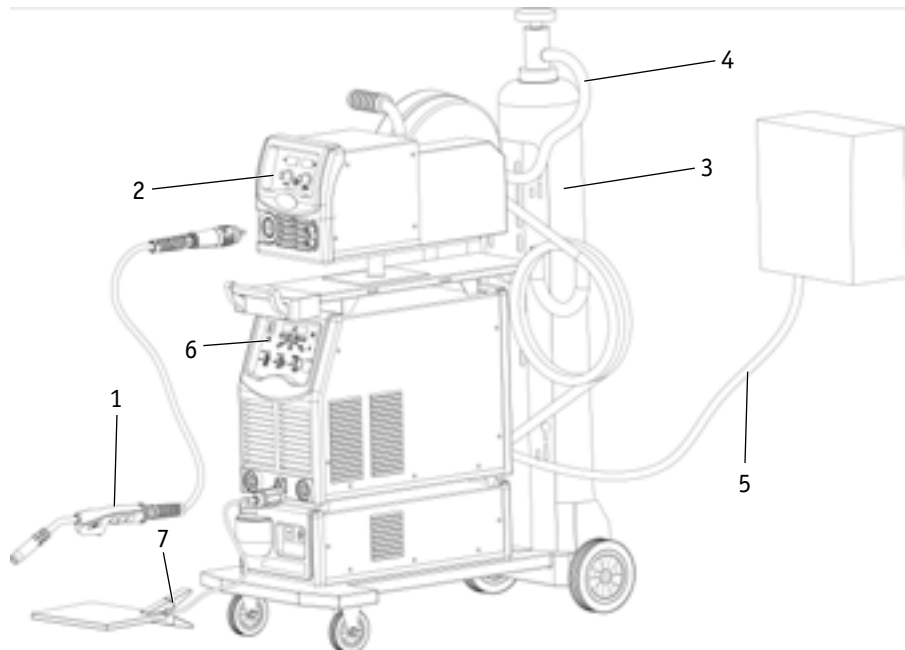

Рис. 8.1. Схема подключения оборудования.
3. Подключите кабель управления под ющего механизма к передней или задней панели источника питания (см. рисунок 8.1).
6. Вставьте силовой кабель в клемму заземления в панельную розетку согласно «+» или «-» (в зависимости от необходимых технологических данных (см. рисунок 8.1)) на передней панели, поверните его до упора по часовой стрелке, убедитесь в